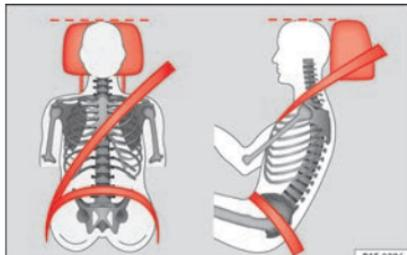

Fig. 4 Poggiatesta posizionato correttamente, vista frontale e laterale.
- Regolare il poggiatesta portandone il bordo superiore alla stessa altezza della parte superiore della testa, almeno all'altezza degli occhi » fig. 4.